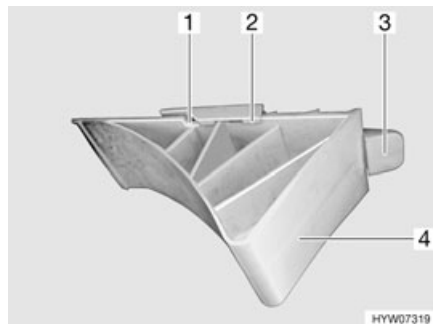

Fig. 17 Cuneo d'arresto
- Spingere il passante di sostegno (Fig. 17,3) verso l'alto.
- Tirare in avanti il cuneo d'arresto (Fig. 17,4) fino a che le fessature del cuneo d'arresto (Fig. 17,1) non coincidono con i naselli del supporto (Fig. 17,2).